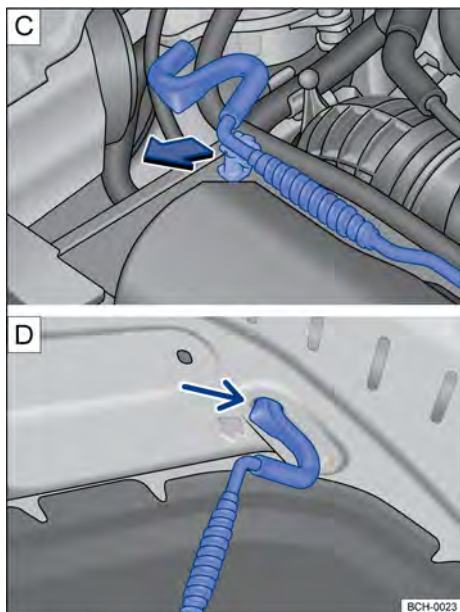

Fig. 178 [C] Haste de sustentação da tampa do compartimento do motor. [D] Tampa do compartimento do motor apoiada na haste de sustentação.
- Retirar a haste de sustentação do suporte no sentido da seta → Fig. 178 [C] e posicioná-la na abertura na tampa do compartimento do motor → Fig. 178 [D].
- Retirar a haste de sustentação do furo → Fig. 178 [D] e encaixá-la no suporte do fecho → Fig. 178 [C].